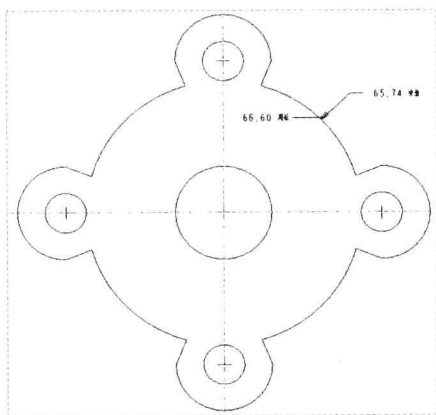

图 3-51 创建周长尺寸标注
Step 04 在绘图区的尺寸标注上单击鼠标左键, 标注周长尺寸, 单击鼠标中键, 即可完成周长尺寸的标注, 如图 3-51 所示。